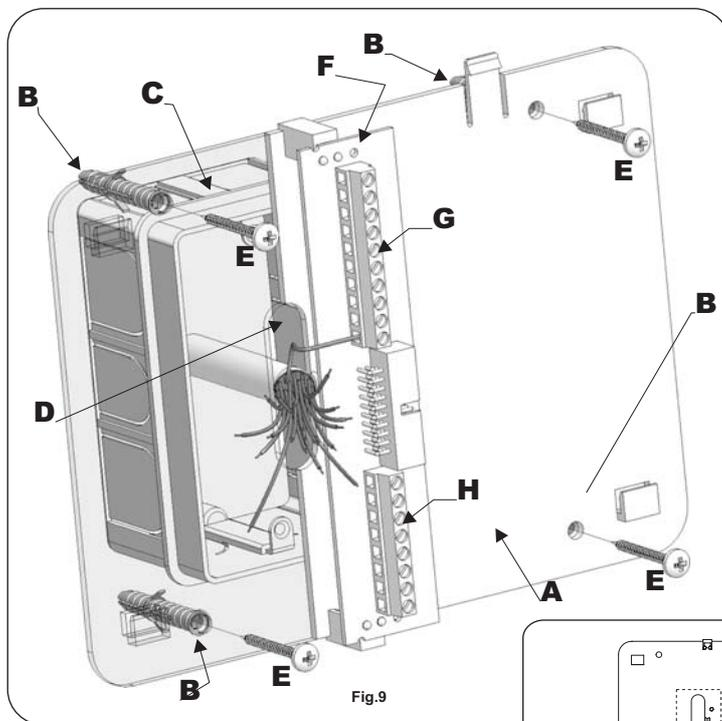
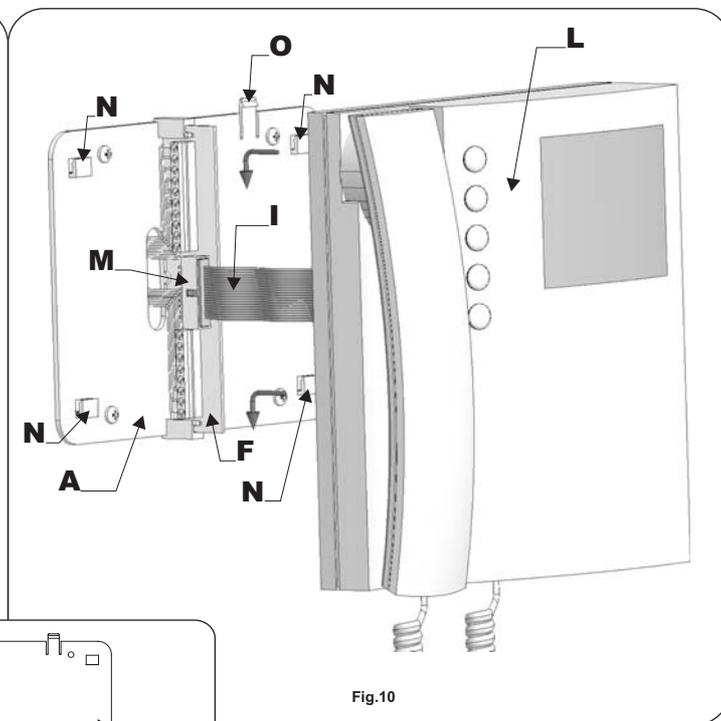

Fig.9
Fig.10
- Appoggiare al muro la piastra di fissaggio **A** come indicato in **fig.11** (135cm da terra); prendere i riferimenti dei quattro fori per l'inserimento dei 4 tasselli ad espansione **B** (**fig.9**) e, nel caso si impieghi, prendere il riferimento per la scatola da incasso **C** (**fig.9**), che dovrà essere murata in posizione centrale rispetto all'apertura **D**, al fine di agevolare il passaggio dei fili come mostrato in **fig.9**.
- Murare (se impiegata) la scatola da incasso(1) **C**, eseguire i 4 fori ed inserire i tasselli ad espansione **B**. Passare i cavi nell'apertura **D** e fissare la piastra **A** con le 4 viti **E** (**fig.9**), utilizzando un cacciavite a croce.
- Appoggiare la scheda di connessione **F** sulla piastra **A** come mostrato in **fig.9**; inserire(2) i fili (che devono essere più corti possibile) nelle morsettiere **G** ed **H** e serrare con un cacciavite a taglio.
- Fissati i fili, sfilare la scheda di connessione **F** (**fig.9**), ruotarla di 90° in senso antiorario ed infilarla nella propria sede come mostrato in **fig.10**.
- Avvicinare, come da **fig.10**, il videocitofono **L** alla piastra **A** per agevolare la connessione del flat **I**.
- Come mostrato in **fig.10** inserire il connettore del flat **I**, che fuoriesce dalla parte posteriore del videocitofono, nel connettore **M** della scheda di connessione **F**.
- Facendo corrispondere le 4 fessure presenti sulla base del videocitofono **L** con i 4 incastrini **N** della piastra **A**, appoggiare il video sulla piastra e spingerlo verso il basso fino allo scatto, compiendo un movimento come mostrato dalle frecce in **fig.10**.
- Place the mounting plate **A** against the wall as shown in **fig.11** (135cm from floor level); and mark the fixing holes for the four wall plugs **B** (**fig.9**) and for the back box **C** if used (**fig.9**) which must be flushed into the wall in line with the opening **D** as shown in **fig.9**.
- Once the back box(1) **C** is flushed into the wall (if used), drill the four fixing holes and insert the wall plugs **B**. Thread the cables through the opening **D** and fix the mounting plate **A** to the wall with the 4 screws **E** (**fig.9**), using a Philips screwdriver.
- Fit the PCB **F** against the mounting plate **A** as shown in **fig.9**; insert the wires(2) (As short as possible) into terminals **G-H**. Secure them using a terminal screwdriver.
- Unclip the PCB **F** (**fig.9**), rotate it 90° anticlockwise and fit it into its housing as shown in **fig.10**.
- As shown in **fig.10**, move the videophone **L** close to the mounting plate **A** so that the ribbon cable will reach the connector **I**.
- As shown in **fig.10**, connect the female plug on the ribbon cable **I** coming from the videophone to the male plug connector **M** on the PCB **F**.
- Place the videophone **L** against the 4 hooks **N** on the mounting plate **A** and push down: the videophone will automatically lock into place using clasp **O** as shown in **fig.10**.